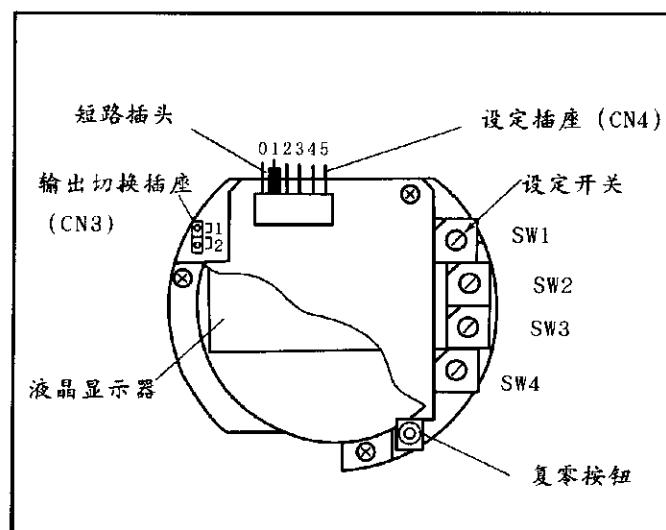

图7-6 积算器设定示意图
7.4.1 系数的设定（见图7-6）
设定插脚的位置和N值的相互关系如图7-6所示。把短路插头插在所需设定值的位置上。
在带有现场积算器而输出信号为脉冲信号时, 可任意选择系数换算或非系数换算进行输出。输出的系数换算与否, 用切换插座CN3按表7-6(参看图7-6)进行。
需把积算值复零时, 可先卸下转换部分的盖子, 按复零按钮(参看图7-6)。